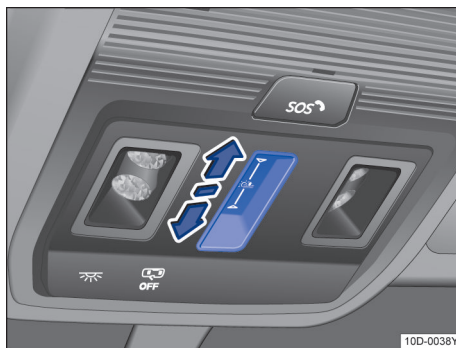

图 78 在顶篷中：打开或关闭遮阳卷帘
- 自动运行：通过向前滑动功能按键  →图 78。通过点击功能按键中断自动运行。
- 自动运行：通过向后滑动功能按键  →图 78。通过点击功能按键中断自动运行。
- 如果遮阳卷帘仍无法关闭，在 5 秒内向后滑动功能按键并保持住→图 78，直至遮阳卷帘完全关闭。